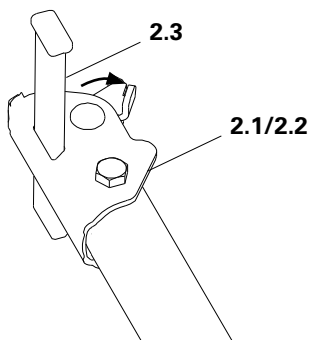

Fig. A2.04
1. Ouvrir le raccord à coin C (argent) (2.1) ou D (jaune ou noir) (2.2). Le coin (2.3) se trouve en haut.. (Fig. A2.04)